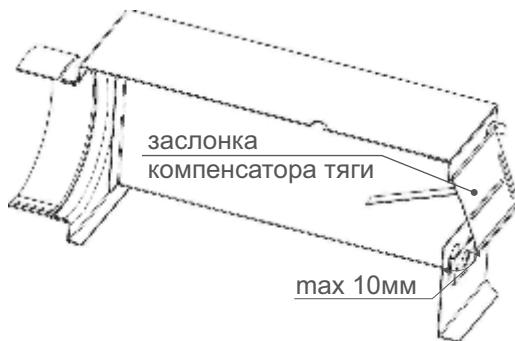

Рис. 10. Заслінка компенсатора тяги
- переконайтесь в тому, що заслінка компенсатора тяги (рис.10) має вільний хід (повинно спостерігатися вільне гайдання заслінки).